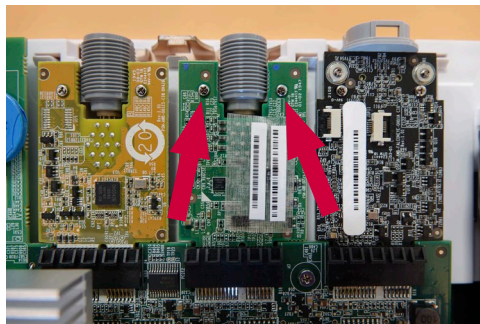

Abbildung 21 Die Schrauben der auszutauschenden VDI-Karte werden entfernt
- a) **Lösen Sie die beiden Schrauben, mit denen die VDI-Karte befestigt ist, mit dem Schraubendreher (Abbildung 21)**
- e) **Setzen Sie die beiden Schrauben, mit denen die VDI-Karte gesichert wird, ein und ziehen Sie sie an (max. Drehmoment 0,2 Nm) (Abbildung 21)**